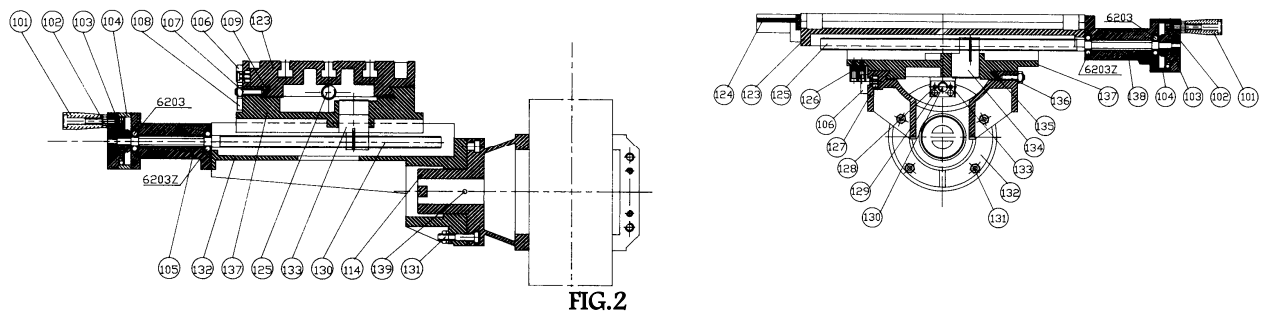

FIG.2
Tous les jours ,avant d’allumer la perceuse ,lubrifier toutes les parties coulissantes et rectifiées. Faire particulièrement attention au fourreau et à la colonne. Lubrifier également le mécanisme pour la montée de la table au moyen du graisseur prévu à cet effet se trouvant sur le bras . Tous les mois ,lubrifier avec de la graisse et de l’huile le roulement supérieur et la partie cannelée de la broche auxquels on accède en retirant la plaquette anti-graisse (17) figure 2.
### **CHAPITRE 5 : UTILISATION DE LA TABLE A MOUVEMENTS CROISES (FIG.2)**